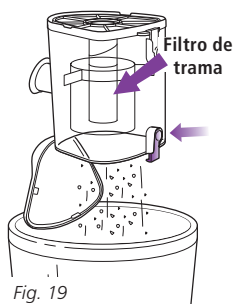

Fig. 19
- 3 Si es necesario, dé vuelta el recipiente para la tierra sobre el cesto de basura y presione el botón para abrir la tapa de arriba. (Fig. 19) Golpéelo suavemente para vaciar su contenido.